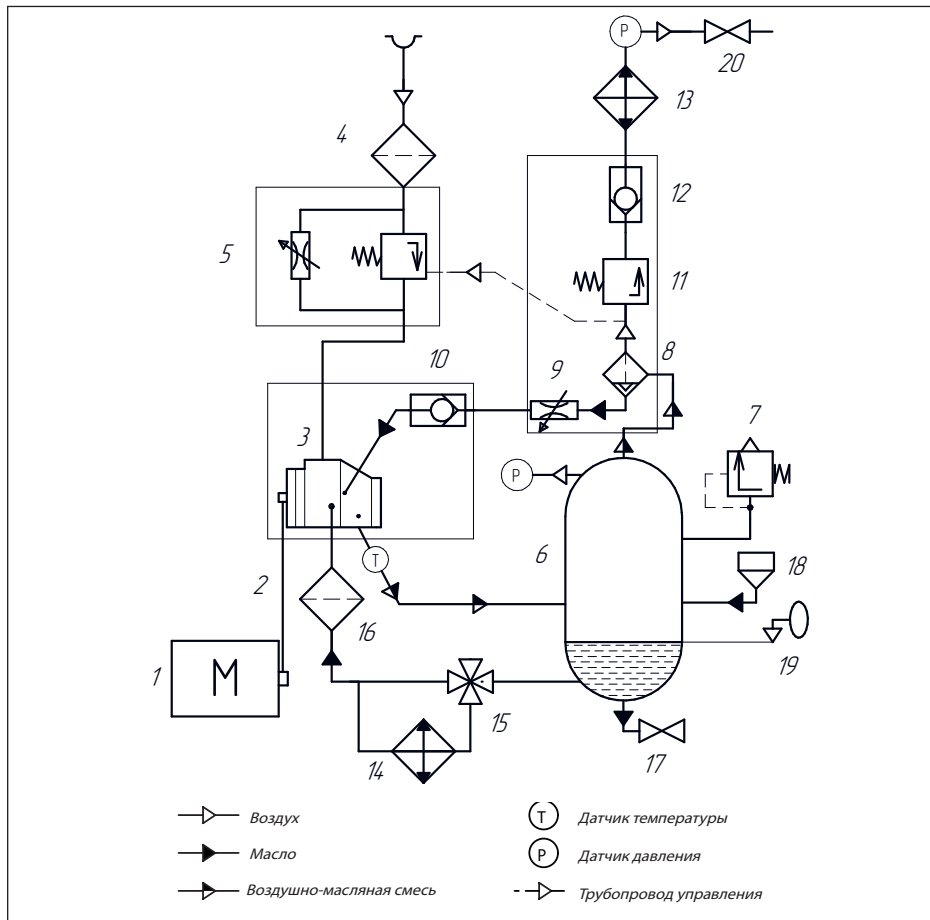

Рис. 2.3 Схема пневматическая А75-90
2.4 Принцип действия (Смотри рис. 2.3)